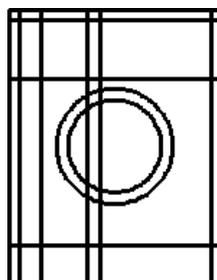

图 17.6.9 其余偏置
(2) 参照上一步依次选取新创建的偏移直线为参考，偏置距离依次为 530,63,220,100，完成后如图 17.6.9 所示。